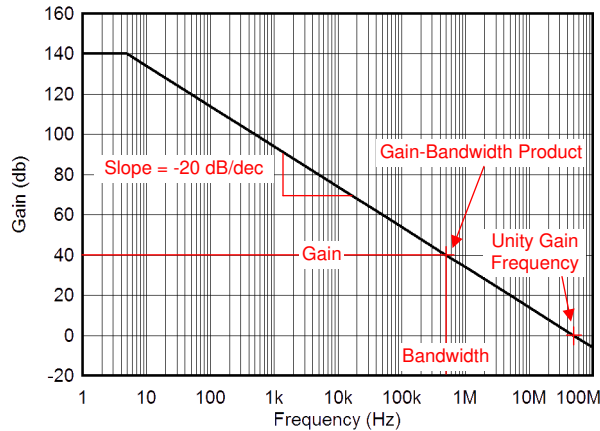

图 7-13. 增益带宽积和单位增益频率
能够非常贴切地描述小信号动态行为的放大器参数是增益带宽积 (GBP)、单位增益频率 (UGF) 和相位裕度 (PM)。GBP 是确定闭环配置中应用带宽的有用参数。方程式 4 可用于近似计算 OPAx828 的闭环带宽。通常，GBP 在放大器配置为 100 (40dB) 同相增益情况下是一个额定参数。放大器的 GBP 通常假设在整个频率范围内保持恒定，但在某些速度较高的放大器中，并非如此。OPAx828 一直到 UGF 都具有恒定的 GBP；因此，OPAx828 开环增益具有恒定的 -20dB/十倍频程斜率 (-6dB/倍频程)。UGF 定义为放大器增益超过 1V/V (0dB) 时的频率。图 7-13 说明了 GBP 和 UGF 的概念。OPAx828 的 GBP 和 UGF 均为 45MHz。